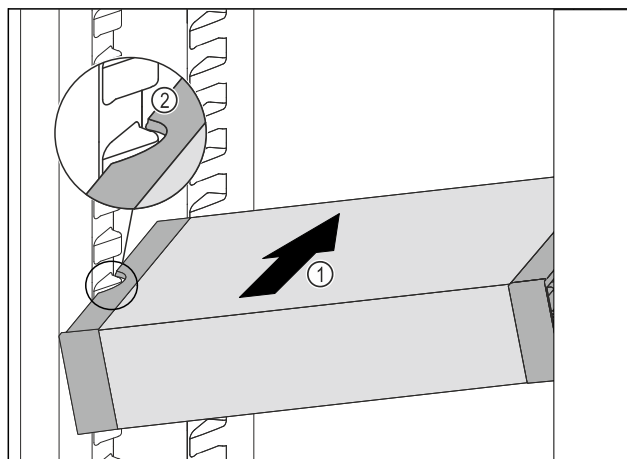

Fig. 102
- VarioSafe wsunąć ukośnie do chłodziarki Fig. 102 (1), aż boczne wycięcia Fig. 102 (2) VarioSafe będą się znajdować na wysokości żeber pojemnika w chłodziarce.